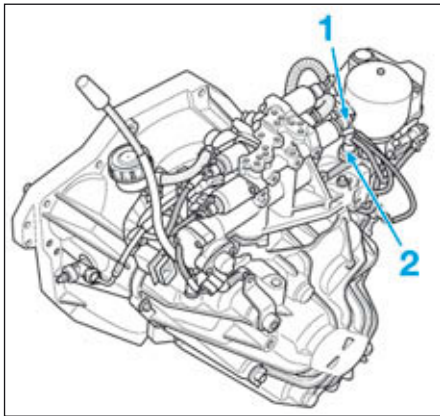

FIG.58
- Débrancher le connecteur (1) (Fig.58) de l'électrovanne de sélection de ligne.
- Débrancher le connecteur (2) du capteur de pression.